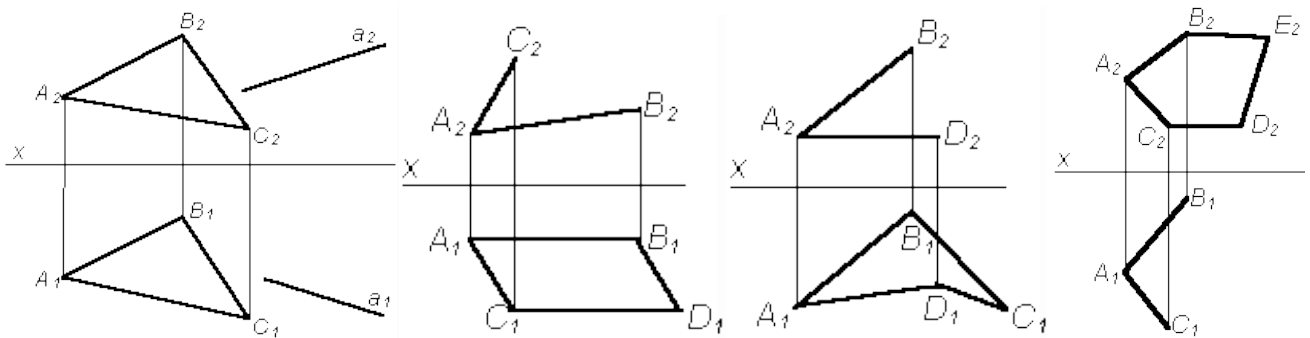

Рис. 1
1. Определить принадлежность прямой линии плоскости, если дана плоскость  $\Delta ABC$  ( $\Delta A_1B_1C_1$ ,  $\Delta A_2B_2C_2$ ) и прямая  $a$  ( $a_1a_2$ ) (рис. 1).